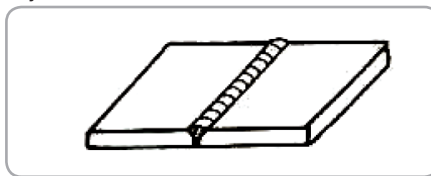

Fig.12
- **Îmbinările sudate cap la cap (fig.12):**